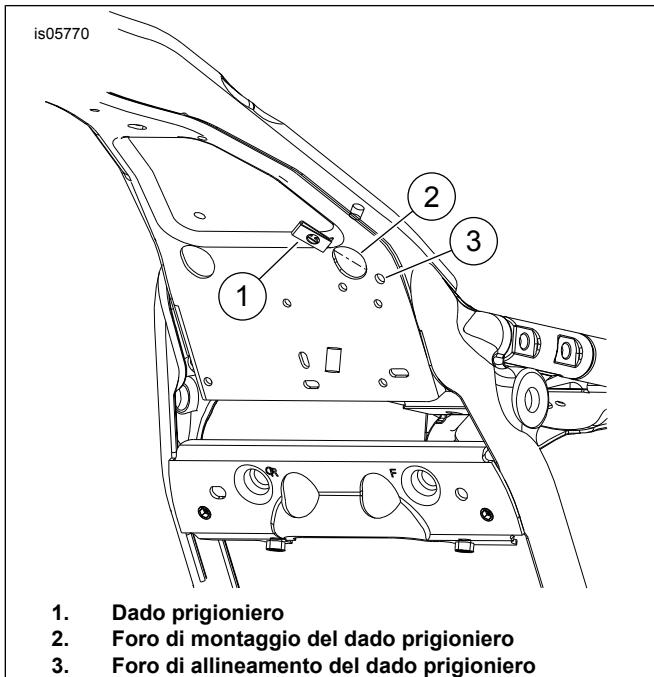

Figura 2. Installare il dado prigioniero
1. Figura 2 Installare il dado prigioniero (1) nel foro di montaggio (2). Allineare il foro del dado prigioniero con il foro di allineamento (3). Per l'installazione i quattro dadi speciali autobloccanti, fare riferimento alle istruzioni contenute nel kit del deflettore centrale dell'aria.